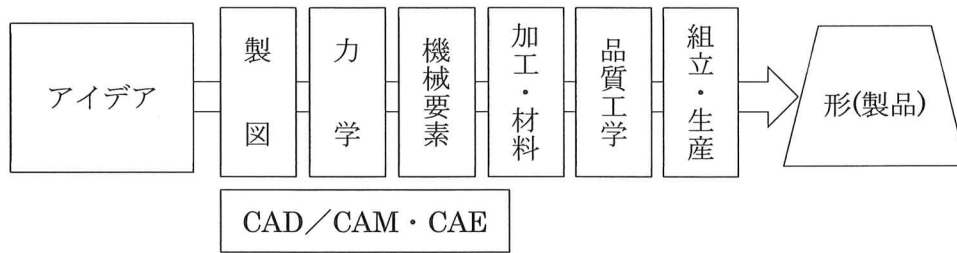

図1 ものづくりのプロセス
- (1) 「基礎数学」は、機械の設計計算に見られるような計算や条件を変更したときの再計算を速やかに計算できるような指導を行う。
- (2) 機械の設計は図1に示すプロセスに沿って、アイデアから形(製品)になって行く。そのプロセスの中で「工業材料」は用途に応じて機械部品の材料を選定できるように指導し、「工業力学」はその材料の強度を検証できるように指導する。さらに「ものづくり加工技術」は機械部品の製作方法を決定できるように指導し、標準化された機械要素部品は「機械要素」で解説し、効率の良い設計につながるように指導する。製品を試作検討する代わりであるコンピュータでの設計シ